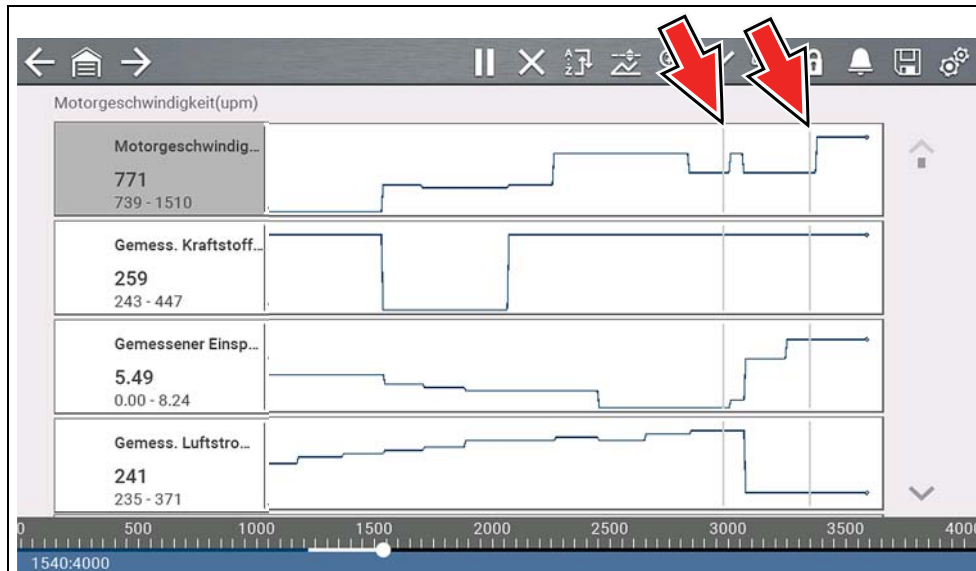

Abbildung 4-21
- Der Bildschirm wechselt zurück zur Datenanzeige (Abbildung 4-21).
- Ein grauer vertikaler Cursor wird in allen PIDs angezeigt und gibt an, an welcher Stelle die Datenerfassung unterbrochen wurde (Abbildung 4-21). Wenn Pause mehr als einmal aufgetreten ist, werden für jede Instanz graue Cursor verwendet.